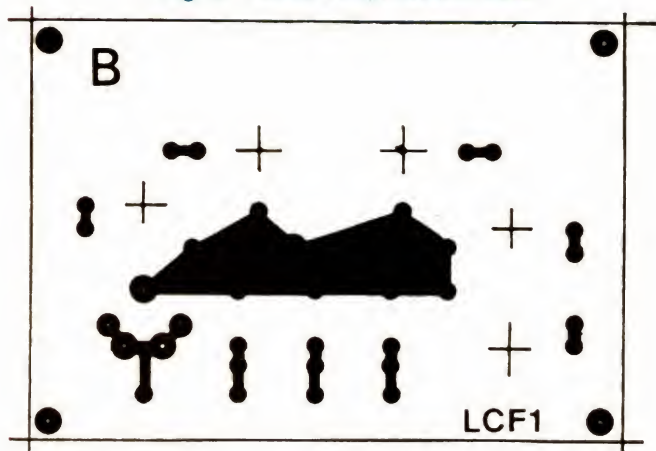

Fig. 7. - Circuit imprimé B.
b) Le Cl.B. (figure 7). Il porte les inductances et condensateurs L_r et C_r.